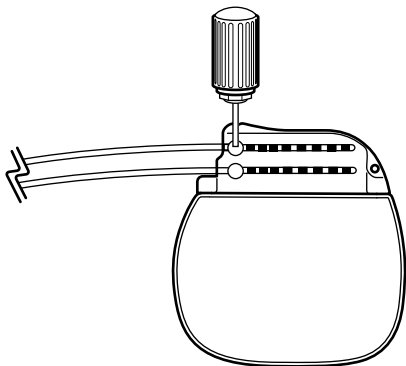

Figura 2. Serraggio delle viti di arresto nella guarnizione autosigillante.
4. Per ogni estensione o spinotto, inserire a fondo il cacciavite torsiometrico (fornito in dotazione con il neurostimolatore) in ciascuna guarnizione autosigillante del blocco connettore e serrare ciascuna vite di arresto (Figura 2).